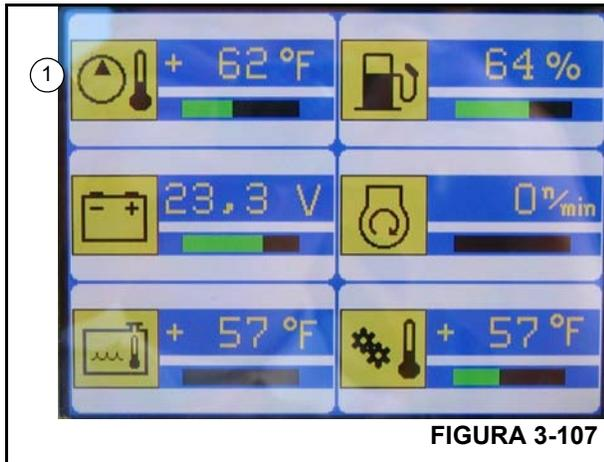

FIGURA 3-107
La temperatura actual del aceite hidráulico (1) se visualiza en el submenú de monitoreo (Figura 3-107).
5. Observe la temperatura de aceite hidráulico; el aceite hidráulico está pre calentado cuando la pantalla (1, Figura 3-107) muestra una temperatura de al menos 50°F (10°C).